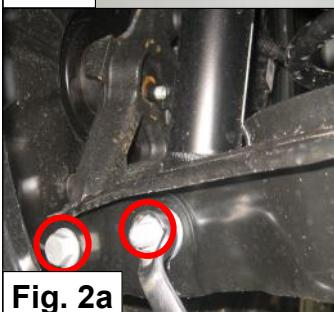

Fig. 2a
12. Soutenez le bras de suspension et montez les boulons de l'amortisseur, la barre stabilisatrice et de bras de suspension côté roue. Voir fig. 2a & 2b.
2. Stött upp bärarmen och demontera bultarna av stötdämpare, stabilisator och bärarms på hjulsidan. **OBS : Se till så att bärarmen spänner mot fjädern.** Se fig. 2a & 2b.